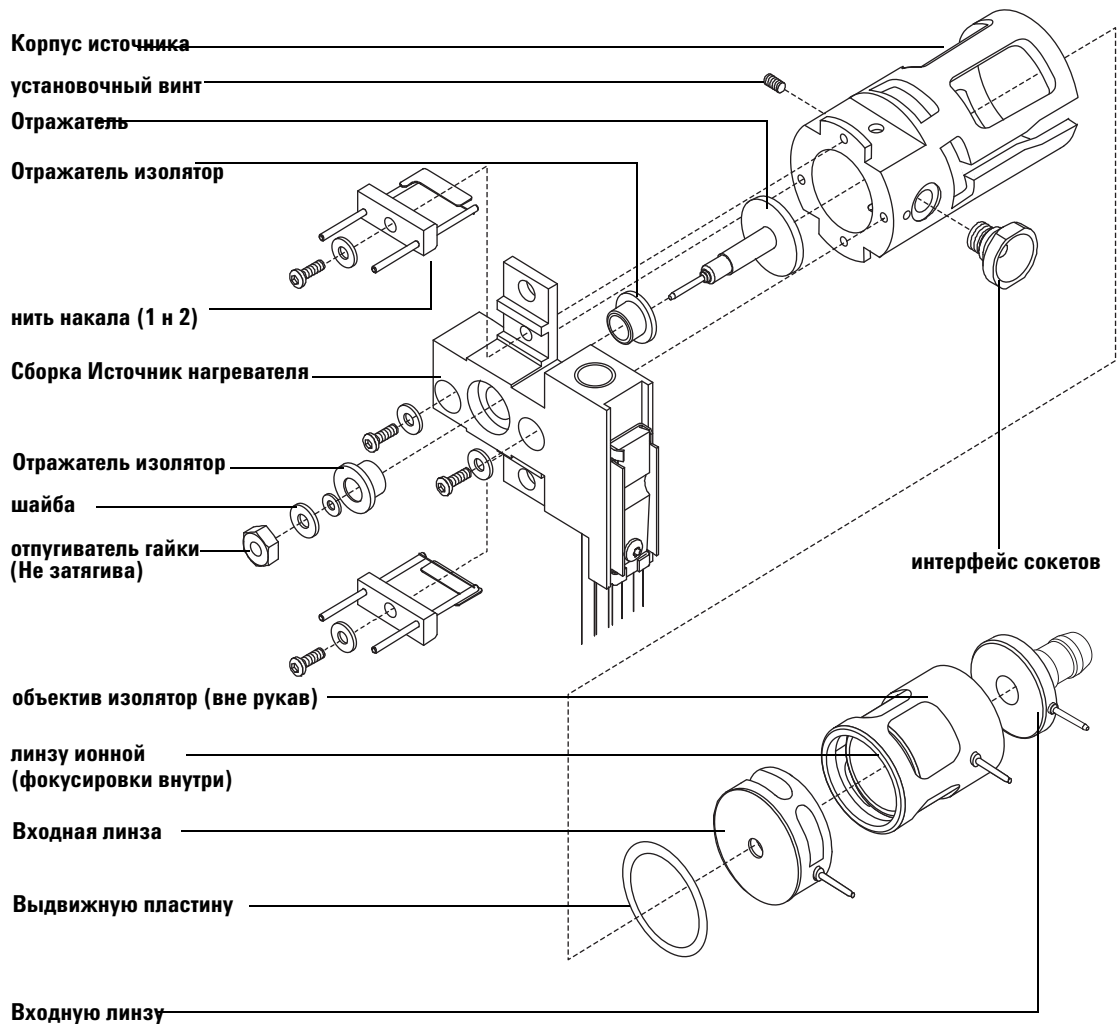

Рис. 25 Сборка ионного источника ЭУ с экстрактором
- 1 Соберите линзу ионной фокусировки, входную линзу и изолятор линзы (Рис. 25).
- 2 Установите выдвижную пластину и выдвижной цилиндр в корпус источника (Рис. 25).